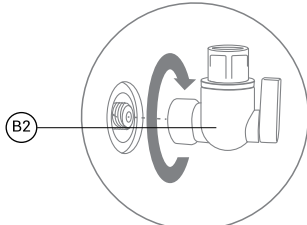

Рис. 16
- накрутите на штуцер вентиль I (B1) или вентиль II (B2) до плотного прилегания к уплотнительной прокладке у основания (рис. 16), без чрезмерного усилия. Герметизация резьбового штуцера пластикового бака не требуется.